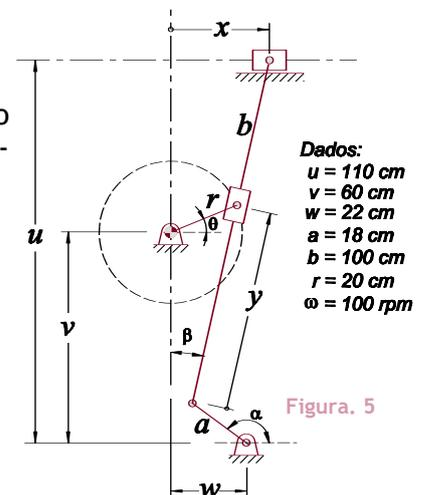

Figura. 5
5. Obtenha as equações de deslocamento, velocidade e aceleração para o seguidor associado ao torpedo do mecanismo de plaina limadora da **figura 5** ao lado.